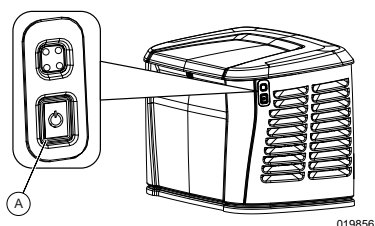

Figura 3-6. Chave de desligamento de emergência externa do gerador (todos os modelos)
Consulte Figura 3-6. Uma chave de desligamento de emergência (A) do gerador está localizada no exterior do painel lateral do gerador. Esta chave de desligamento de emergência do gerador desliga o gerador e desativa as reinicializações.